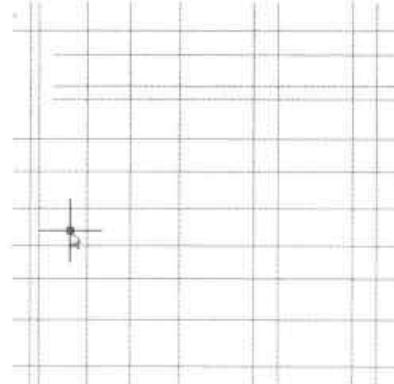

图16-30 完成添加操作
**Step 04** 指定好后，输入偏移距离值，这里输入“300”，按回车键，完成轴线添加操作，如图 16-30 所示。